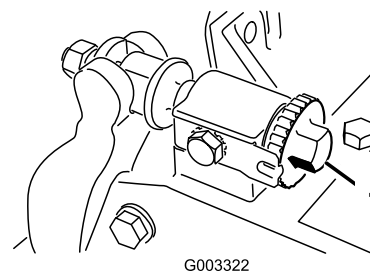

Figure 29
1. Séparez le cylindre et la contre-lame en tournant les boutons de réglage de la contre-lame (Figure 29) dans le sens anti-horaire jusqu'à ce que les deux pièces ne soient plus en contact.